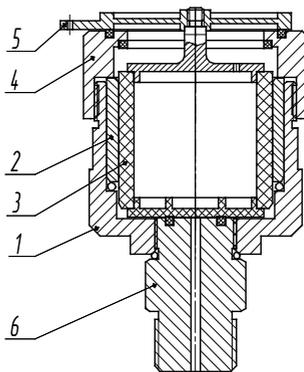

Рисунок 7. Устройство ИПС диапазона 0,2...0,5.
6.3.2.1 Поставьте ИПС в вертикальное положение, так что бы грузоприемное устройство 5 (Рис. 7) было сверху, во избежание выпадения поршня 3 или цилиндра 2 из корпуса ИПС 1 при разборке.
6.8.2.1 На грузоприемное устройство 5 (Рис. 7) установите тарелку номинальной массой 0,075 кг (из комплекта набора грузов). Поверх него установите ПКВ (уровень).